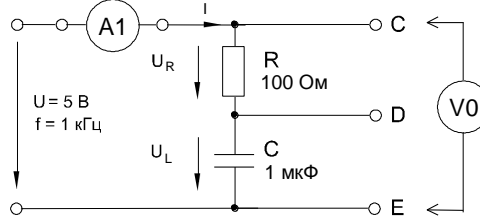

Рисунок 8.4. Схема электрических соединений
- Соберите цепь согласно схеме (рис. 8.4), подсоедините регулируемый источник синусоидального напряжения и установите его параметры: $U = 5 \text{ В}$, $f = 1 \text{ кГц}$.